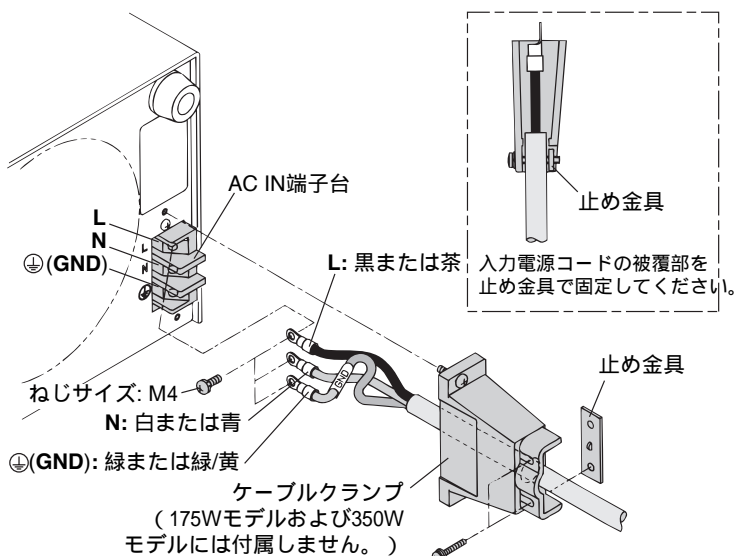

図 1-10 入力電源コードの接続
1. 図 1-10 のように AC IN 端子台に付属の入力電源コードを接続します。
注記 ・図 1-10 は 700W モデルの接続を示していますが、1000W モデルも同様です。
**注意** ・本機の内部では、入力端子に合わせて入力ヒューズなどの保護回路が接続されています。プラグを取り付けるときは図 1-10 を参照して、必ず電線の色とプラグの端子 (L、N および ⊕ (GND)) を合わせて確実に接続してください (専門技術者が行ってください) 。